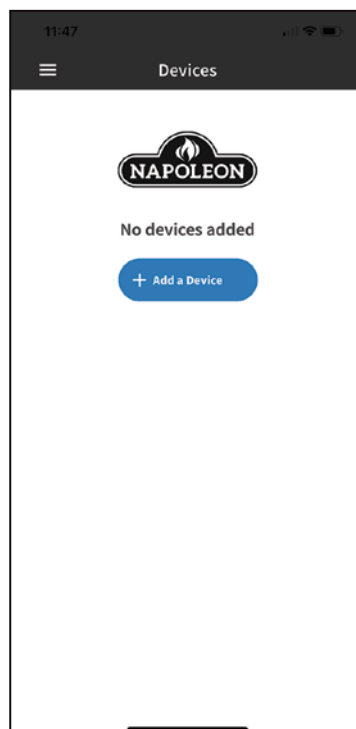

Fig. 18
1. 3. Sélectionnez « Ajouter un appareil » et acceptez les autorisations (**Fig. 18 et 19**).